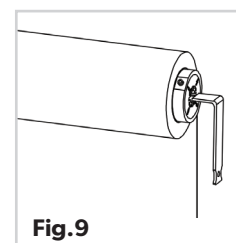

Fig.9
3. Pour augmenter la tension du ressort, utilisez l'outil de réglage de la tension fourni et faites faire 1-2 rotations complètes (dans le sens antihoraire) au système à ressort à la droite du store. (Fig.9)
4. Pour réduire la tension du ressort, utilisez l'outil de réglage de la tension et faites faire 1-2 rotations (dans le sens horaire) au système à ressort (à droite). (Fig.9)